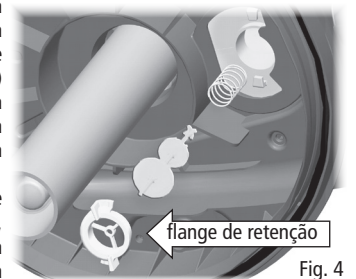
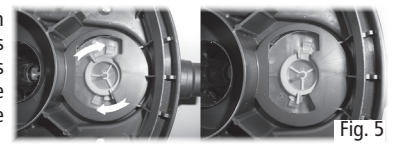

Fig. 4
Fig. 5
7. Tem agora acesso aos Filtros de espuma (M). Retire todos ao mesmo tempo segurando e levantando a Estrutura de suporte de espuma interna (N).
8. Liberte os Filtros de espuma (M) da Estrutura de suporte de espuma (N) e lave com água do lago ou substitua-os, conforme necessário.
9. Lave os meios biológicos localizados na secção inferior da Caixa do filtro (Q) com água do lago ou substitua-os, conforme necessário. O Pressure-Flo 1000/3000 UVC não inclui uma câmara de meios biológicos.
10. Limpe a Caixa do filtro (Q) com água, particularmente em redor da extremidade superior onde se encontra o O-ring de vedação da (P) tampa.
11. Se necessário, limpe o Indicador de Limpeza (U) depois de desmontá-lo da seguinte forma (o Interruptor selector de modo (V) tem de estar na posição "Modo de filtragem"): 1) retire a flange de retenção (E) rodando-a para a esquerda, 2) retire o indicador e a respectiva mola. Lave todas as peças com água e volte a montá-las com cuidado. (Fig. 4 - Fig. 5).
12. Inspeccione e limpe as duas Folhas de limpeza (L) e as hastes guia. Se necessário, substitua as folhas por novas. Cada folha pode ser facilmente retirada da haste guia desapertando o parafuso no meio.
4. Retire a cabeça UV-C (A) (Fig. 5) do filtro desapertando os 4 parafusos (J) que apertam a cabeça UV-C à tampa do filtro (G). A cabeça UV-C está equipada com parafusos Anti-